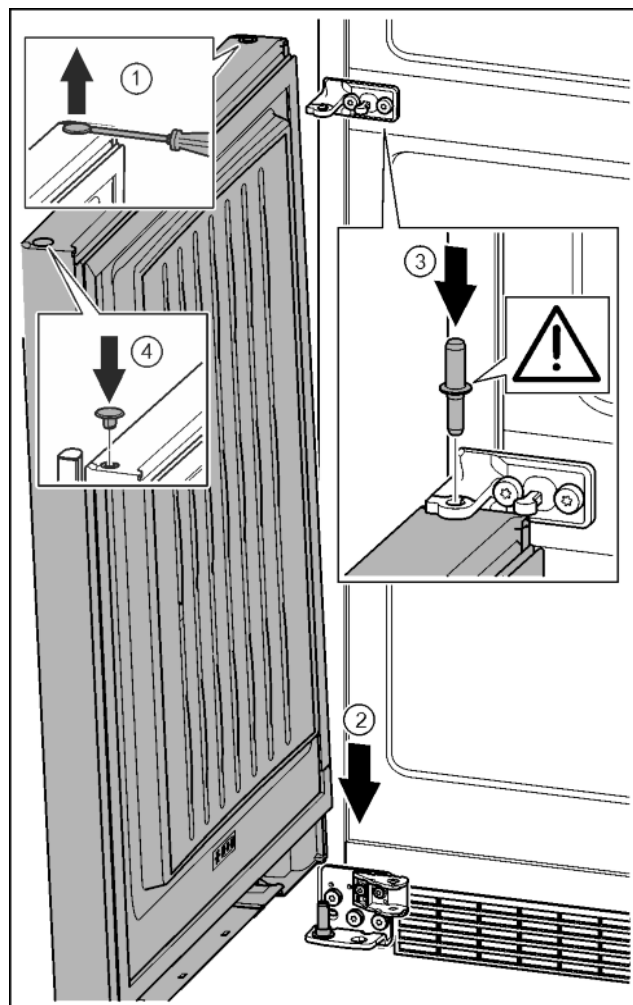

Fig. 33
- Осторожно приподнять шлицевой отверткой заглушку и извлечь ее. Fig. 33 (1)
- Установить дверь сверху на нижний опорный палец. Fig. 33 (2)
- Вставить средний опорный палец через средний опорный кронштейн в нижнюю дверь. При этом следить за тем, чтобы выступ фиксатора был направлен назад. Fig. 33 (3)
- Заглушку снова вставить с другой стороны. Fig. 33 (4)